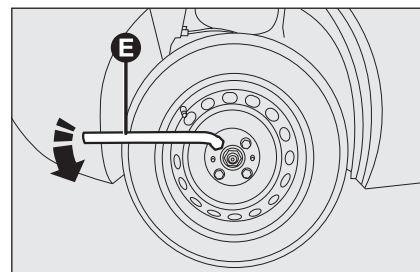

fig. 4
- ☐ desapertar cerca de uma volta os parafusos de fixação da roda a substituir com a chave fornecida **E-fig. 4**;